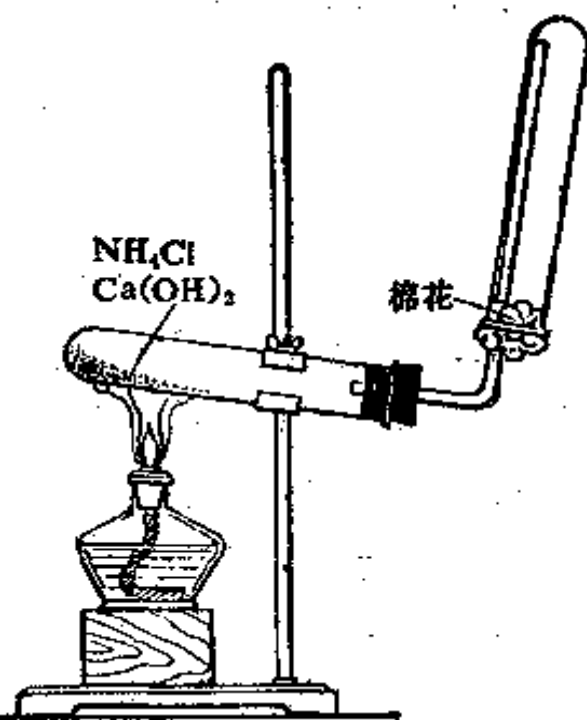

图 1 氨的制取
(1) 取氯化铵和氢氧化钙各一药匙, 放在研钵里, 用玻璃棒充分拌和, 有什么气味发生? 说明发生了什么反应? 写出化学方程式。
(2) 把上面的混和物放到试管里, 用带导管的塞子塞住试管口, 并固定在铁架台上。导管的另一头向上伸入另一个干燥的倒置的试管里(见图 1)。